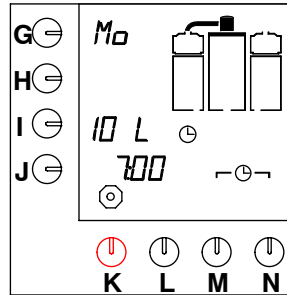

Fig. 15 Temporizador en modo de espera
- El reloj del display pasa al modo intermitente y el sistema preparará café a la hora ajustada. El display mostrará el modo de espera, vea fig. 15 .